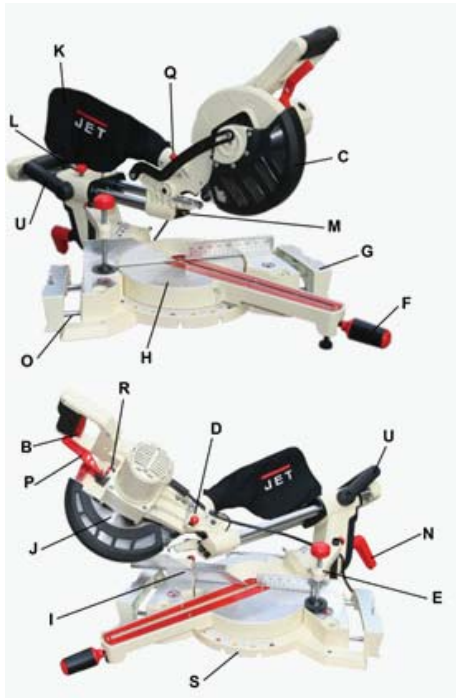

Рис. 1
- Мішок (К, Рис. 1) призначений для збору пилу. Мішок можна приєднати на шуццер у задній частині верстата.
- Пилка постачається із зафіксованою пиляльною частиною. Аби розблокувати, витягніть фіксатор (D, Рис. 1), при цьому натиснувши на саму пиляльну частину.
- Пересуньте затиск (Р, Рис. 1) у бік та за допомогою ручки повільно натисніть на пиляльну частину вниз.
- Послабте фіксатор пересування каретки (L, Рис. 1).